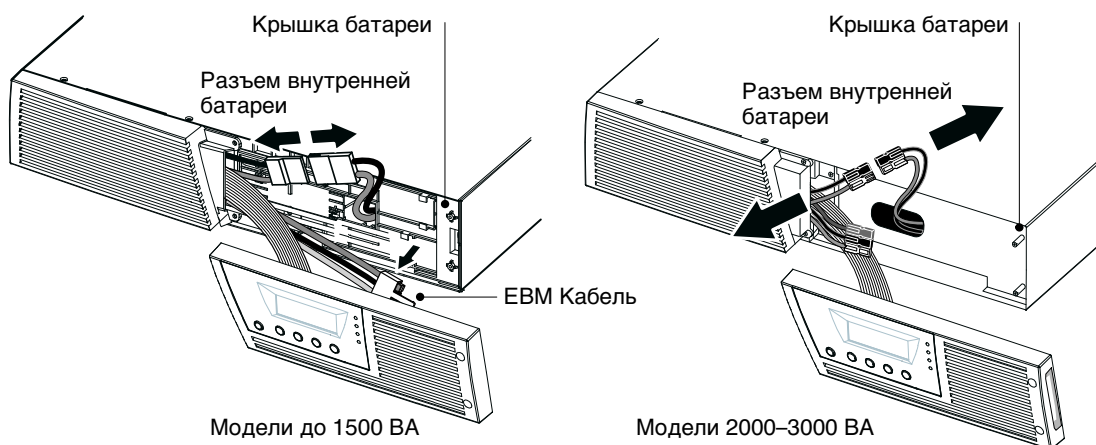
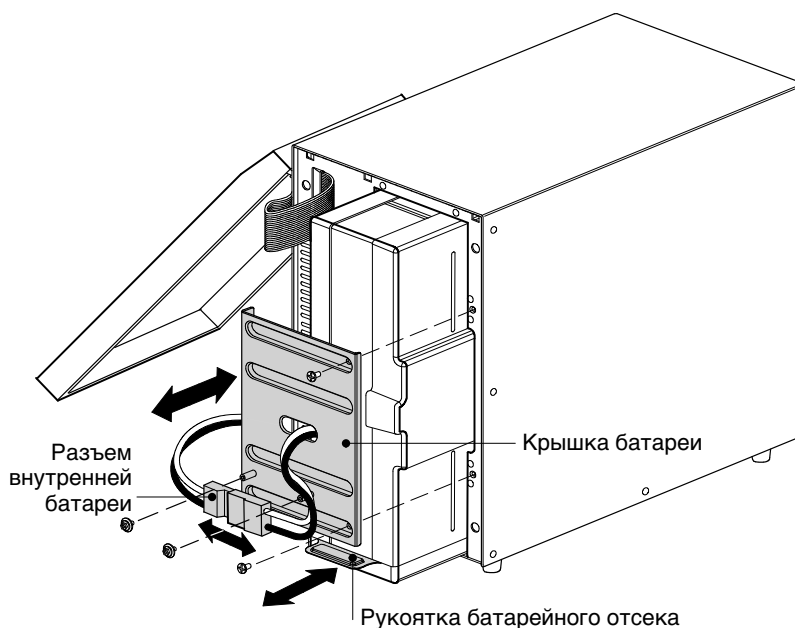

Рисунок 24. Отключение внутренних батарей ИБП (показано без EBM)
Рисунок 26. Замена внутренних батарей ИБП
**ПРИМЕЧАНИЕ.** В том случае, если требуется транспортировка ИБП, убедитесь в том, что ИБП отключен от сети и выключен, а затем отсоедините контакт внутренней батареи ИБП (см. Рисунок 24 на стр. 48 для моделей для монтажа в стойку или Рисунок 26 на стр. 50 для моделей типа баинья).
2. Отсоедините разъем внутренней батареи (см. Рисунок 24).
3. **Только для моделей до 1500 ВА.** Если кабель EBM не подключен к EBM, отсоедините EBM кабель и переместите его влево (см. Рисунок 24).
4. Возьмите край крышки батареи и слегка потяните его вперед. Снимите и отложите в сторону крышку батареи. Расположение крышки батареи см. на Рисунок 24.
9. **Только для моделей до 1500 ВА.** Если кабель ЕВМ не подсоединен к ЕВМ, закрепите ЕВМ его в держателе на крышке батареи (см. Рисунок 24).
- Удалите и отложите в сторону два винта, удерживающие разъем внутренней батареи. Отсоедините разъем внутренней батареи. См. Рисунок 26.